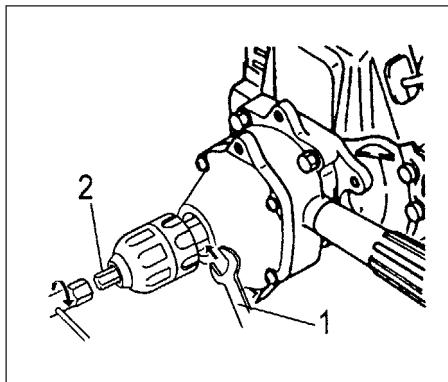

Fig. 2-7C
● Per installare o allentare il mandrino senza chiave, mettere una chiave da 19mm (1) tra la scatola del cambio ed il mandrino per bloccare l'albero. Installare la barra di bloccaggio (2) nella borsa degli strumenti nel mandrino, e poi serrare (in senso orario) la barra (2) con la chiave a tubo inclusa o allentare (senso anti-orario). (Fig.2-7C)